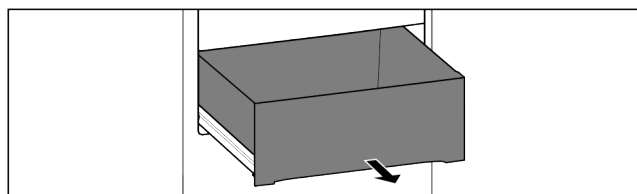

Fig. 56
- ☐ Le tiroir est complètement sorti (voir Fig. 56) .